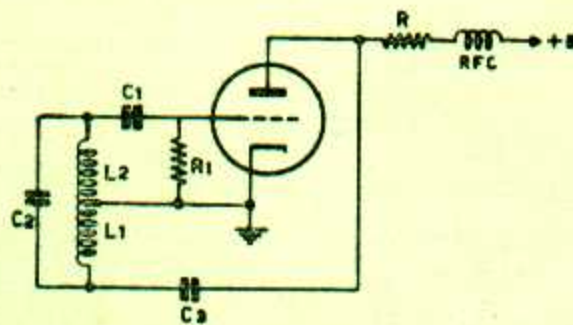

Figura 5
**Oscilador Hartley:** se reagruparmos os elementos do oscilador de grade sintonizada como indicado na figura 5, obtemos o tipo de oscilador Hartley. Apesar desta alteração o funcionamento do circuito continua o mesmo, com realimentação de energia da placa à grade por meio do acoplamento indutivo entre  $L_1$  e  $L_2$ .